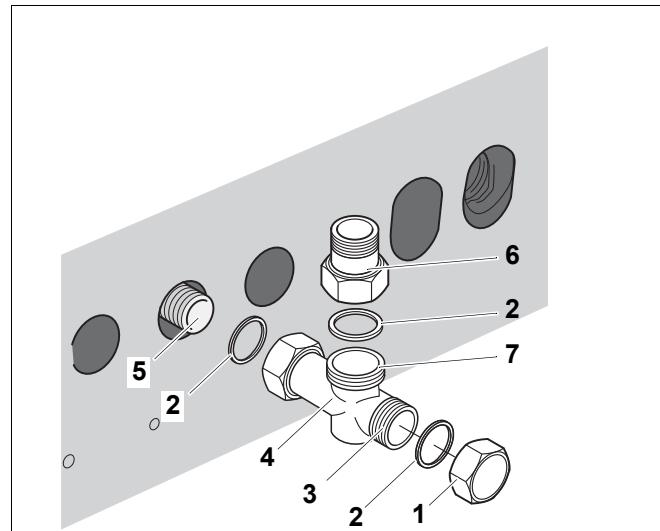

Рис. 9 Монтаж подключения обратной линии на котле Logano G124 WS
- Установить уплотнение (Рис. 9, **поз. 2**) в накидную гайку тройника (Рис. 9, **поз. 4**), который входит в объем поставки.
- Крепко закрутить тройник (Рис. 9, **поз. 4**) на подключении обратной линии отопительного котла RK (Рис. 9, **поз. 5**).
Если Вы не пользуетесь системой быстрого монтажа (дополнительный заказ), то подключите обратную линию через поставляемый переходник G 1¼ на R 1 (Рис. 9, **поз. 6**).
- Установить уплотнение (Рис. 9, **поз. 2**) в накидную гайку переходника G 1¼ на R 1 (Рис. 9, **поз. 6**), входящего в объем поставки.
- Установить поставляемый переходник G 1¼ на R 1 (Рис. 9, **поз. 6**) для обратной линии системы отопления (Рис. 9, **поз. 7**) на 90°-ый отвод тройника.
Если Вы не подключаете бак-водонагреватель, то нужно заглушить тройник (Рис. 9, **поз. 4**), установив торцевую крышку (Рис. 9, **поз. 1**).
- Установить торцевую крышку (Рис. 9, **поз. 1**) вместе с уплотнением (Рис. 9, **поз. 2**).
- Подсоединить обратную линию бака-водонагревателя к нижнему отводу тройника (Рис. 9, **поз. 3**, стр. 27).